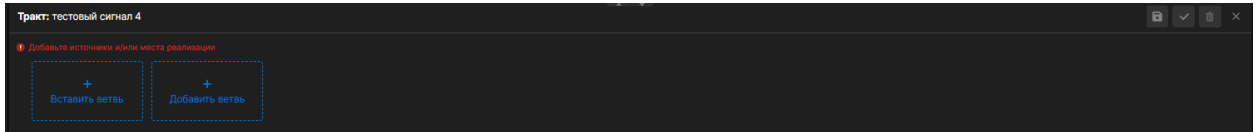

Рисунок 5.40 Полностью очищенная таблица тракта
- таблица тракта будет полностью очищена (Рисунок 5.40);